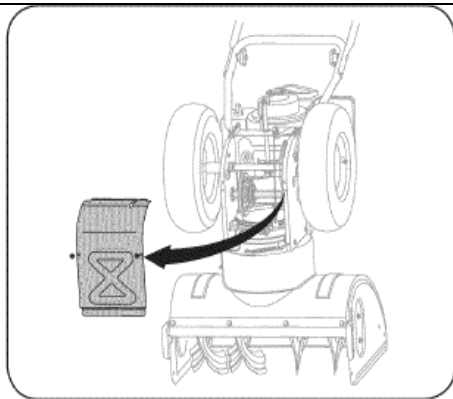

Рис. 24
5. Снимите рамную защитную крышку с нижней части снегоочистителя, вывинтив четыре фиксирующих самореза (См. Рис. 24).